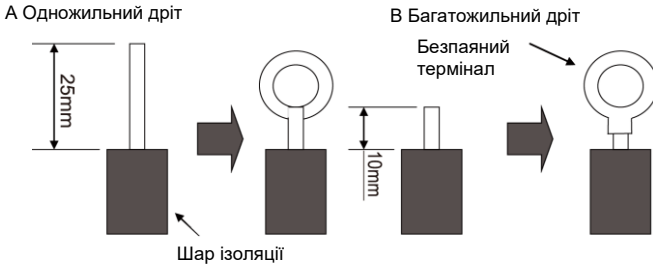

Рис. 26
- (1). Для одножильного дроту (рис. 26)
- (2). Для багатожильного дроту (рис. 26)